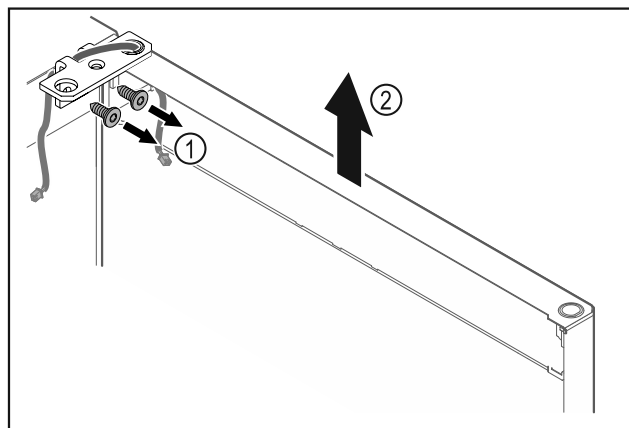

Fig. 16
- Deșurubați Fig. 16 (1) colțarul balamalei.
- Ridicați ușa inclusiv colțarul balamalei Fig. 16 (2) aproximativ 200 mm drept în sus și detașați-o.